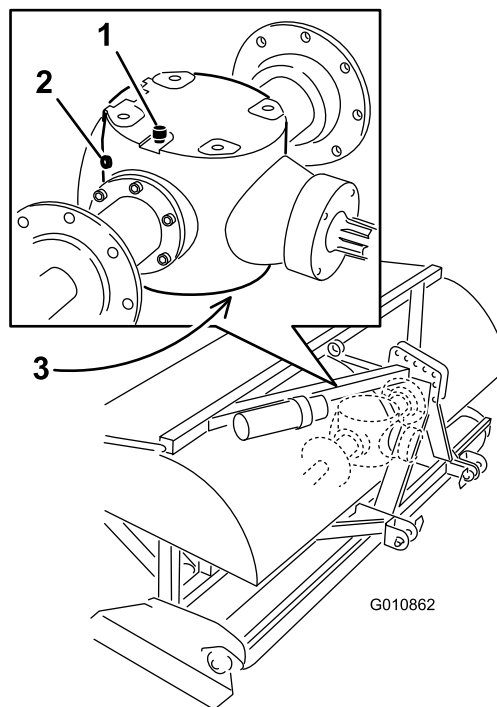

图46
3. 从齿轮箱上拆下检查塞图46。
4. 确保油位高达齿轮箱中检查塞孔的底部图46。
1. 清洁通气/加油塞和排油塞周围的杂质避免污染图46。